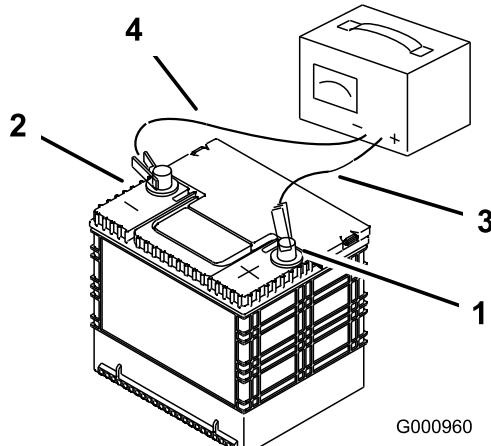

Figure 66
3. Quand la batterie est chargée au maximum, débranchez le chargeur de la prise, puis débranchez les fils du chargeur des bornes de la batterie (Figure 66).